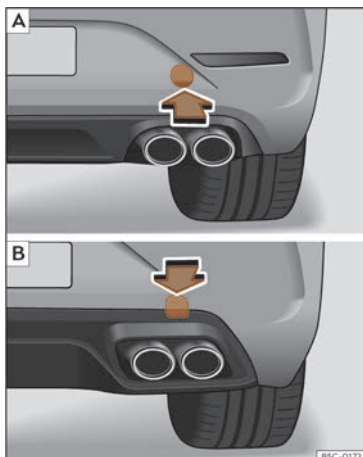

Fig. 208 Du côté droit du pare-chocs arrière : retirer le cache. **A** Leon Sportstourer ; **B** Leon.
Le logement de l'œillet de remorquage à visser se trouve sur la partie droite du pare-chocs arrière, derrière un cache >>> **fig. 208**.
- *Leon Sportstourer* : Appuyez sur la partie inférieure du cache >>> **fig. 208 A** afin de le dégager.
- *Leon* : Appuyez sur la partie supérieure du cache >>> **fig. 208 B** afin de le dégager.
- Vissez l'œillet de remorquage dans le logement en le faisant tourner au maximum **dans le sens inverse des aiguilles d'une montre** >>> **fig. 208** , >>> **fig. 208**. Utilisez un objet approprié pour visser fermement et entièrement l'œillet de remorquage dans son logement.